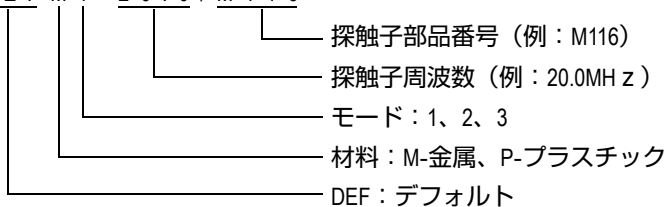

図 5-3 一振動子型探触子のデフォルトセットアップの選択
- c) 使用する探触子タイプのデフォルト画面 (81 ページの図 5-3 に示す例を参照) で、使用する探触子で利用可能なデフォルトセットアップを強調表示します。